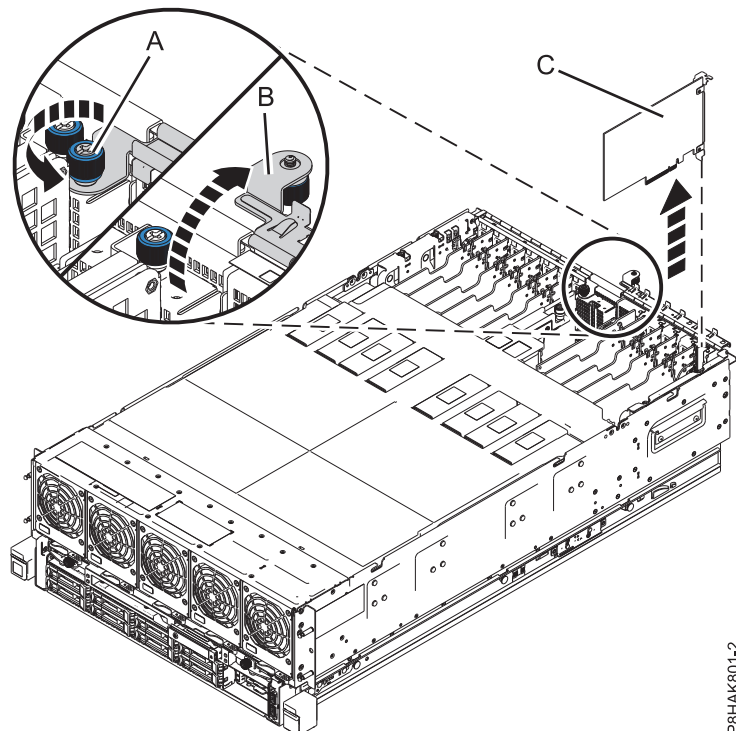

Figura 17. Extracció d'un adaptador PCIe del sistema 8408-44E o 8408-E8E
- a. Descargoleu el cargol de mà captius de la peça de subjecció de retenció d'E/S fins que estigui afluijat del tot. Consulteu (A) a la Figura 17 a la pàgina 27.
- b. Obriu la peça de subjecció de retenció d'E/S fent-la girar cap amunt i traient-la del sistema. Consulteu (B) a la Figura 17 a la pàgina 27.
- a. Agafeu amb compte l'adaptador (C) per l'extrem superior o contrapunta i traieu-lo de la ranura, tal com es mostra a la Figura 17.